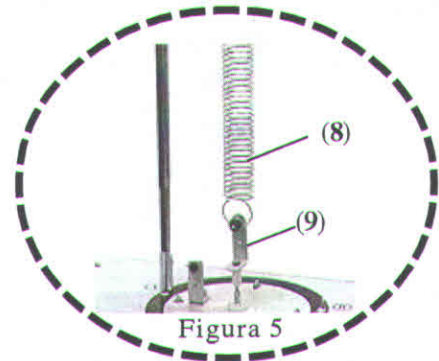

Figura 5
- Prenda uma extremidade da mola de prova (8) ao conjunto em L para fixação da mola (9) mantendo-a levemente esticada - **Figura 5**.